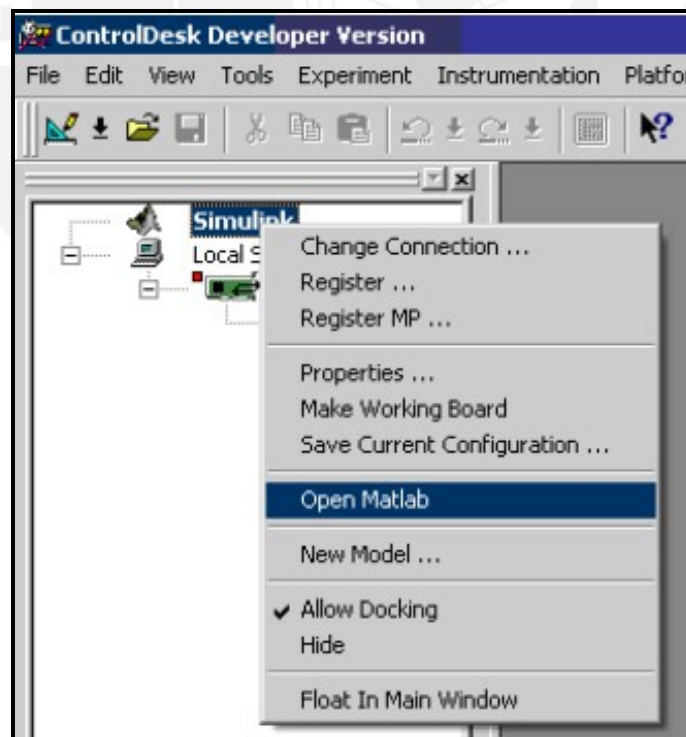

Fig. 2.3: Enlace para abrir MATLAB desde ControlDesk.
- Abrir MATLAB, como se observa en la Fig. 2.3: